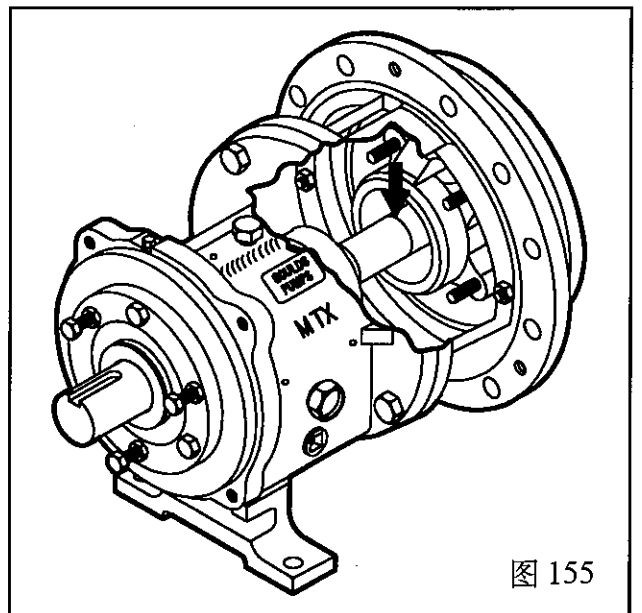

图 155
8. 在轴套(126) 上画上兰线，如果未使用轴套，则在轴(122)上画上兰线，把密封腔/填料函与压盖垫片的结合面作为基准面，这条线作为机械密封安装的基准线。(图155)